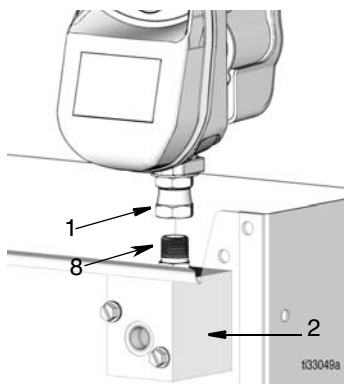

图 12
5. 通过将计量分配阀上的管件 (1) 连接到歧管 (2) 中的管道接头 (8), 以将计量分配阀安装到机油架壳体中, 如图 12 所示。牢牢拧紧。